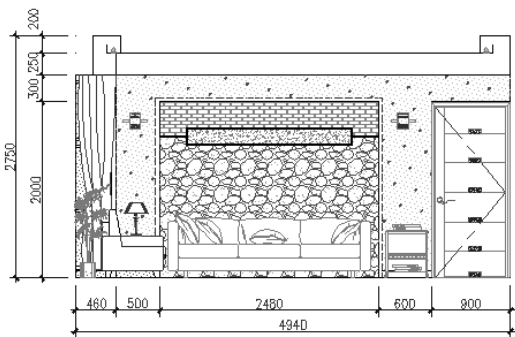
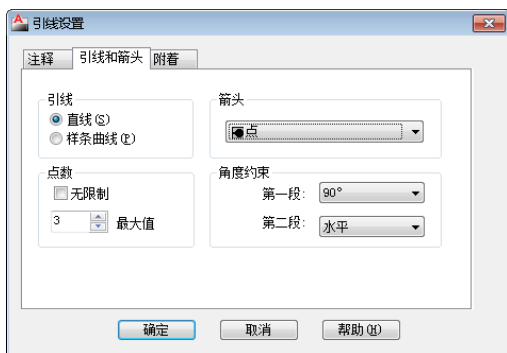
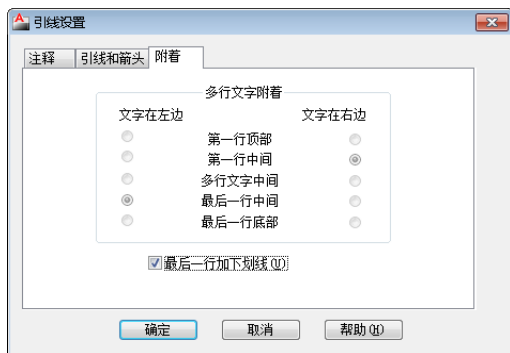

图 17.79 编辑标注文字
图 17.80 【引线和箭头】选项卡
图 17.81 【附着】选项卡
(27) 执行【编辑标注文字】命令，对重叠的尺寸进行协调，结果如图 17.79 所示。
(28) 将“文本层”设置为当前层，将“仿宋体”设置为当前文字样式。
(29) 执行【标注样式】命令，修改尺寸文字的样式为“仿宋体”、尺寸比例为 50。
(30) 使用快捷键 LE 激活【快速引线】命令，设置引线的参数如图 17.80 和图 17.81 所示。